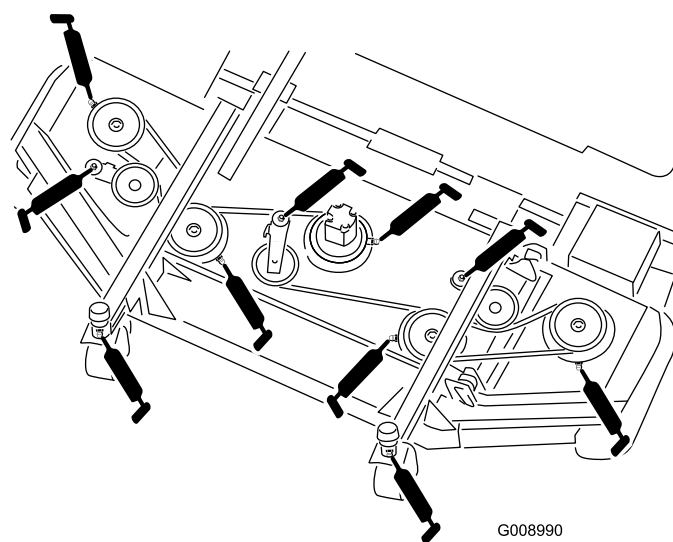

図 53
- ・ キャスタフォークのシャフトのベアリング (2ヶ所) (図 53)
- ・ スピンドルシャフトのベアリング (5ヶ所 ; スピンドルハウジングにある) (図 53)
- ・ アイドラアームのピボットのブッシュ (3ヶ所 ; アイドラピボットのシャフトにある) (図 53)